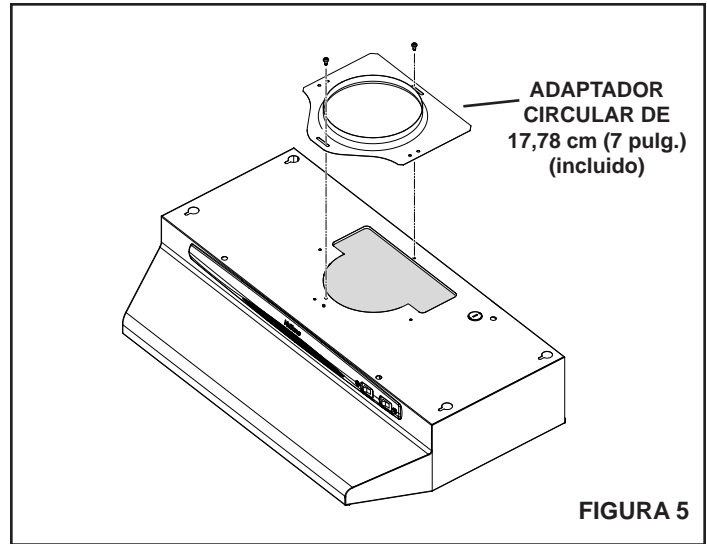

FIGURA 5
2. **Para una instalación de descarga circular de 17,78 cm (7")**, **refiérase a la FIGURA 5.** Asegure el adaptador de 17,78 cm (7") (incluido) al tope de la campana usando los tornillos provistos. Instale regulador redondo de 17,78 cm de diámetro (Modelo 895, se compra por separado).